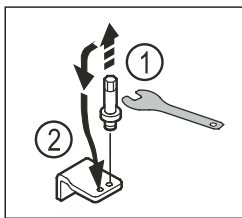

Fig. 14
- ▶ Відкрутіть болт нижнього опорного кронштейна за допомогою шестигранного ключа SW5. Fig. 14 (1)
- ▶ Вставте болт із протилежного боку. Fig. 14 (2)